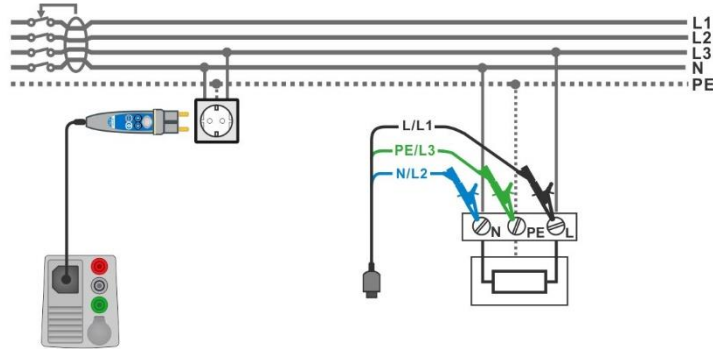

Abbildung 7.68: Z auto Messung
- Schließen Sie den 3-Leiter Prüfadapter oder den Commander Prüfstecker am Prüfling an, siehe **Abbildung 7.68**.